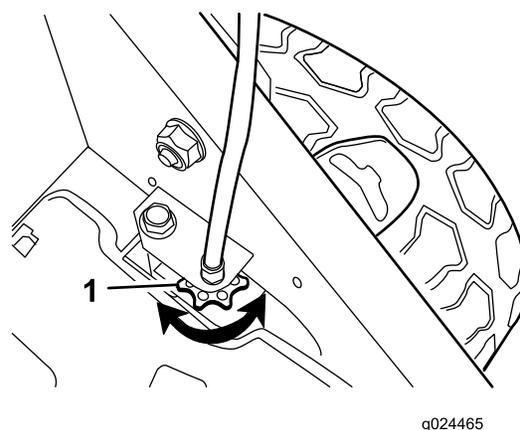

Figura 21
- Se as rodas não rodarem quando engata a barra de transmissão autopropulsora, a correia de tração está solta. Rode o manípulo de controlo da transmissão das rodas (Figura 21) uma volta para a direita e repita os passos 3 a 5.
de controlo da transmissão das rodas (Figura 21) uma volta para a esquerda e repita os passos 3 a 5.